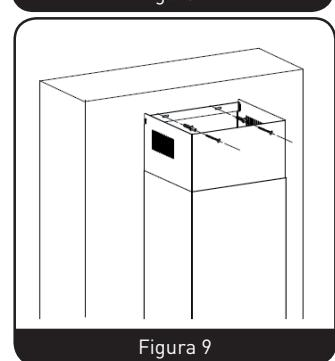

Figura 9
7. Tire hacia arriba de la chimenea decorativa superior para modificar su altura. Ajústela a la altura requerida. Marque la ubicación de los dos orificios de fijación del soporte de chimenea superior, taladre los correspondientes orificios y fije el soporte a la pared utilizando 2 espiches y 2 tornillos ST4 x 30 mm. (Figura 9)